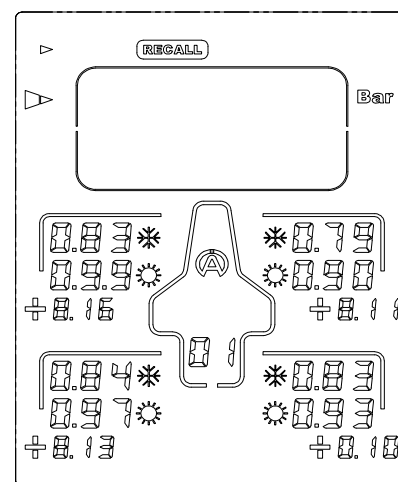

Figura 8
- 3) Pressione o botão  ou  : o Tyrecontrol apresenta as pressões do primeiro "Conjunto" gravado + os desvios (Figura 8).